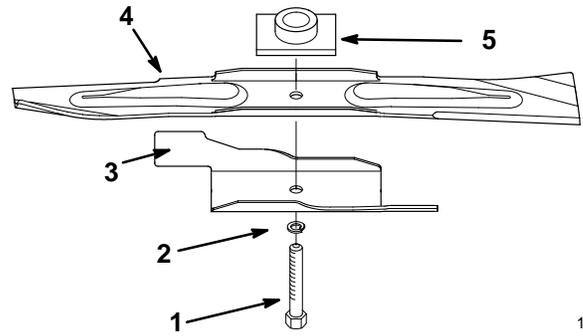

Abbildung 19
2. Schnittmesserschraube, Sicherungsscheibe, Schnittmesser-Beschleuniger und Schnittmesser entfernen (Abb. 19).
1. Das Schnittmesser auf Spindel und Schnittmessermitnehmer setzen, wobei die gebogenen Messerspitzen zum Rasenmäher zeigen und der Messermitnehmer in der Aussparung des Messers liegt (Abb. 19).
2. Beschleuniger, Sicherungsscheibe und Schnittmesserschraube installieren (Abb. 19).